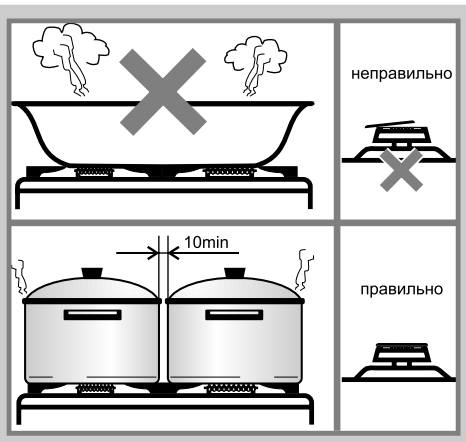

Рис.21
- Запрещается устанавливать на решетки какие-либо дополнительные рассекатели пламени и пользоваться горелками со смещенными крышечками (рис.21). Это приведет к неполному сгоранию газа, а также может привести к разрушению стеклянной варочной панели или необратимому ухудшению внешнего вида варочной панели из нержавеющей стали.